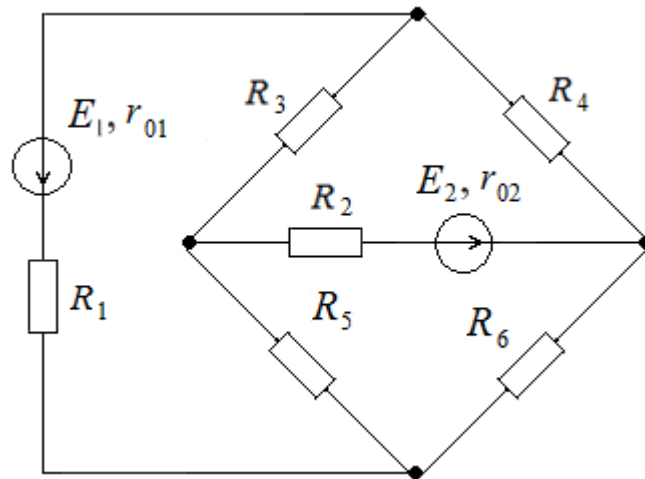

Рис. 135
68. Определить ток I_2 методом эквивалентного генератора в электрической цепи (рис. 135), если $E_1 = 30$ В; $E_2 = 20$ В; $R_1 = 54$ Ом; $R_2 = 43$ Ом; $R_3 = 25$ Ом; $R_4 = 30$ Ом; $R_5 = 15$ Ом; $R_6 = 50$ Ом; $r_{01} = 1$ Ом; $r_{02} = 2$ Ом.